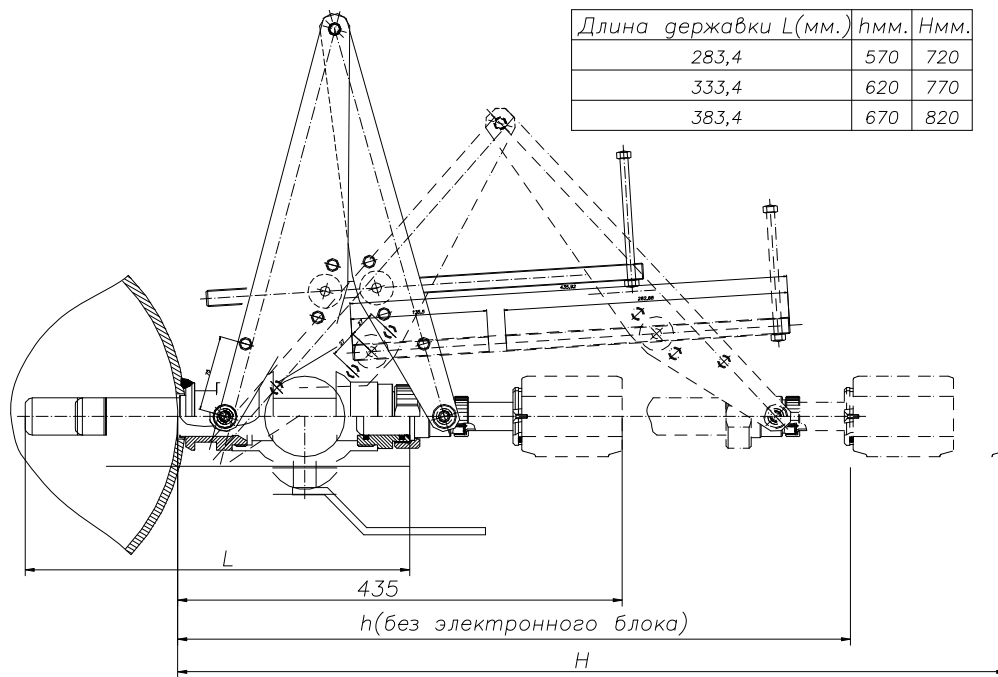

Рисунок 9 — Габариты и установочные размеры преобразователей (датчиков) скорости ДС
- глубина погружения ДС задаётся высотой шлюза (расстоянием от верхнего торца шлюза до внешней образующей трубы), толщиной стенки трубы в месте установки ДС и длиной L державки ДС (рисунок 9);